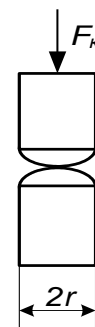

Рис. 11. Контакт
1.6.1. Определить сопротивление стягивания R_{cm} в месте контакта сферических торцевых поверхностей двух круглых медных стержней (рис. 11).